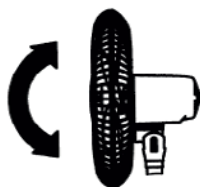

Рисунок 3
3. Выберите угол наклона вентилятора. Изменение угла наклона вентилятора осуществляется нажатием на верхнюю или нижнюю часть решетки (рисунок 3).